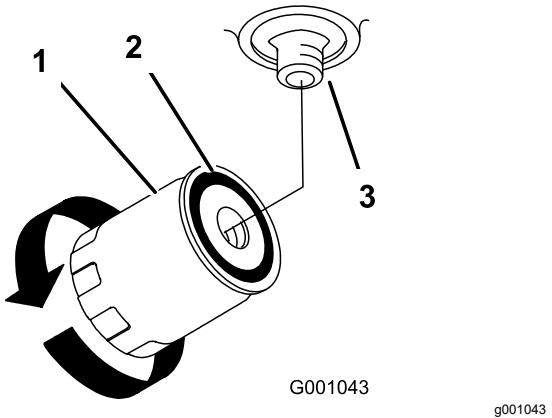

Figure 71
| 4. Déposez le filtre usagé et essuyez la surface du joint de l'adaptateur (Figure 71). | |
- Tournez le filtre dans le sens horaire jusqu'à ce que le joint touche l'adaptateur, puis donnez 1/2 tour supplémentaire (Figure 71).